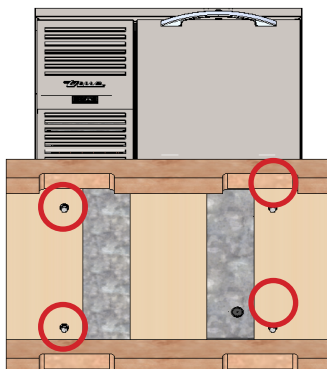

Fig. 4. Ubicaciones de los pernos de envío.
3. Con una llave inglesa retire todos los pernos de envío que aseguran la plataforma de madera a la parte inferior del gabinete. Véase la fig. 4.